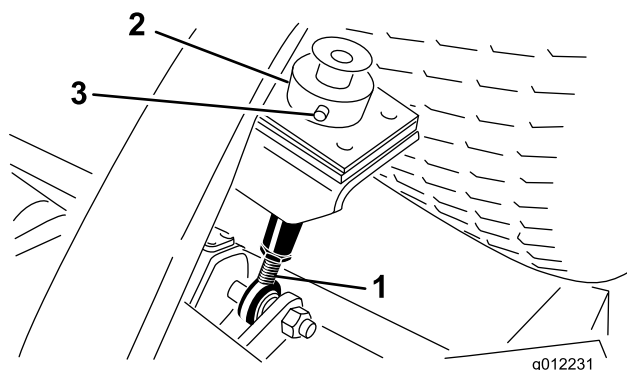
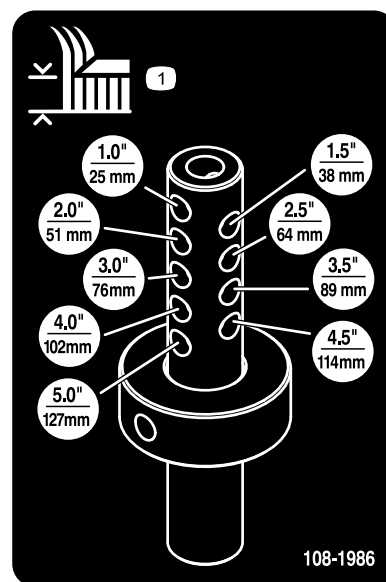

Figure 8
Figure 9
5. Retirez la goupille fendue et l'axe de chape qui fixent la bague de hauteur de coupe à la tige de réglage de hauteur de coupe à l'arrière du plateau de coupe (Figure 8).
6. Alignez la bague de hauteur de coupe avec les trous corrects de la tige de réglage de hauteur de coupe (Figure 8 et Figure 9).